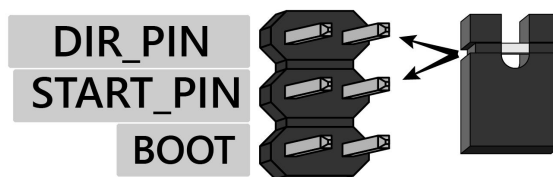

Рис.5. Контакты для установки перемычек
Настройка режима работы производится при помощи перемычек «START_PIN» и «DIR_PIN», установленных на электронной плате блока под корпусом (рис.5).
- Установите перемычки в нужное положение (рис.5);